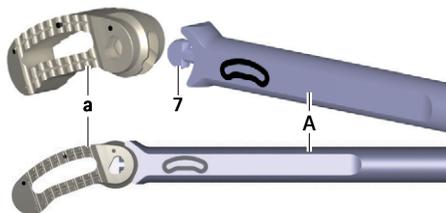

Fig. 7 Conectar o implante no instrumento introdutor
- ▶ Inserir o implante **a** na embalagem de proteção no diedro **7** do instrumento introdutor **A**, ver Fig. 7. Ter em atenção o alinhamento do implante (orientação por meio da inscrição no instrumento introdutor).
- ▶ Acoplar o instrumento introdutor **A** "in situ" no implante **a**, ver Fig. 7.